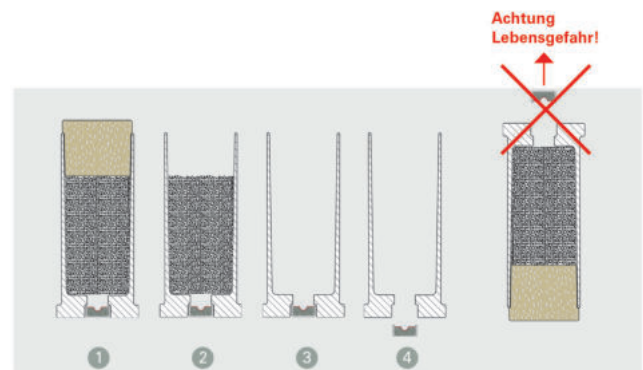

Abb. 34: Reihenfolge beim Entladen einer Versagerkartusche
**Beim Entladen der Kartusche ist folgende Reihenfolge einzuhalten** (s. Abb. 34):